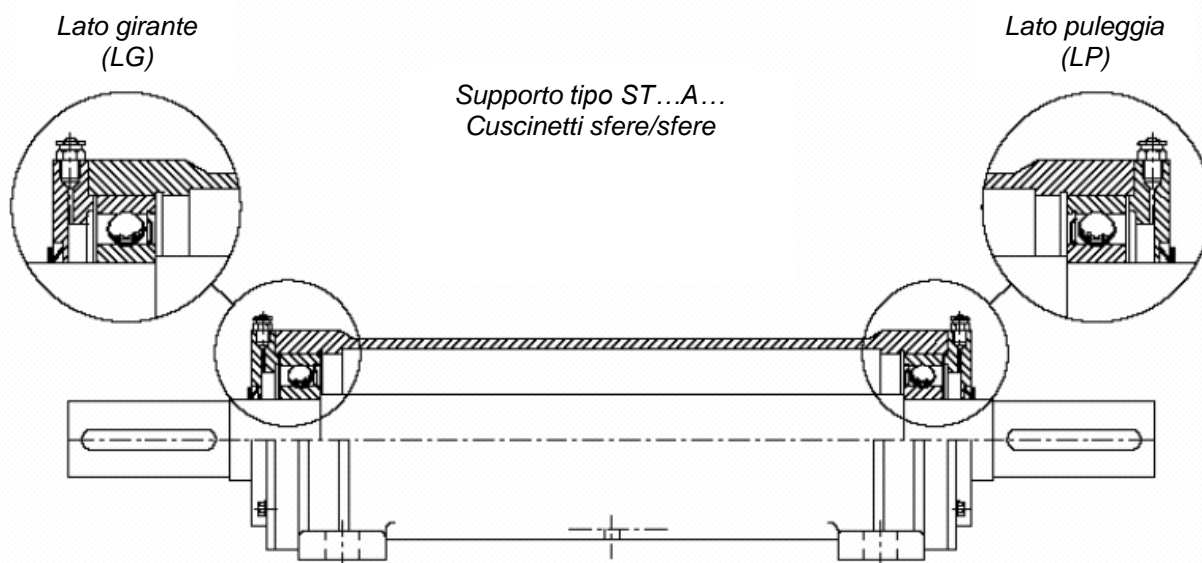

Figura 10-8 Supporto monoblocco ST...A... con cuscinetti radiali a sfere sia dal lato girante che dal lato trasmissione
- Supporto tipo ST...A... con cuscinetto rigido a sfere dal lato trasmissione (Figura 10-8).